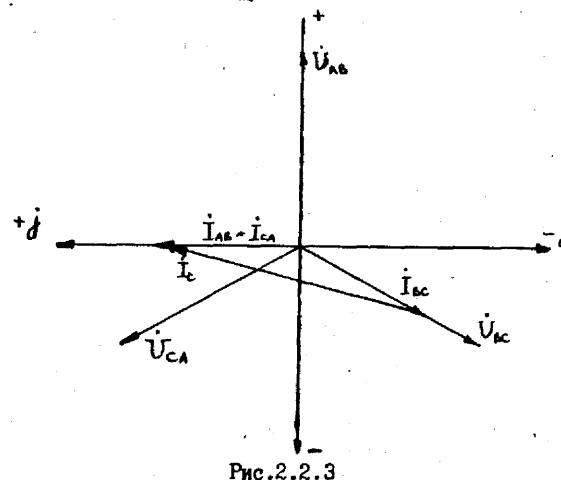

Рис. 2.2.3
5. Векторная диаграмма токов и напряжений для рассматриваемой трехфазной электрической цепи при заданных параметрах схемы приведена на рис.2.2.3.